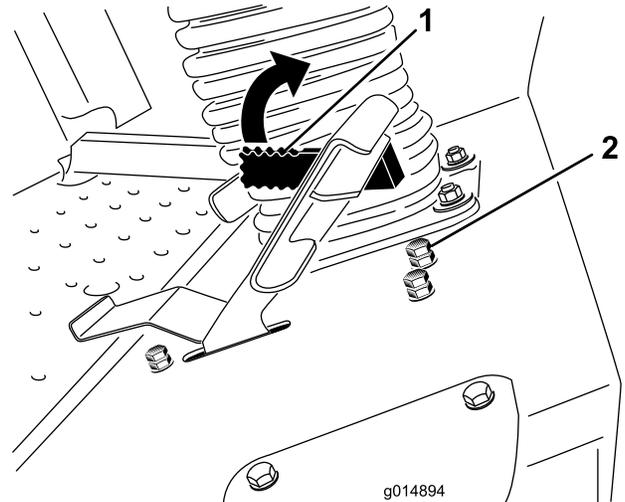

Figura 52
A alavanca do limitador da velocidade de corte (Figura 52) pode ser movida para a frente para limitar a velocidade de tracção durante o funcionamento.
3. Liberte a porca de bloqueio do parafuso de paragem do limitador da velocidade (Figura 52).